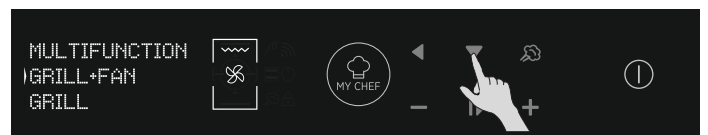

Abbildung 9
- Wählen Sie den gewünschten Garmodus, indem Sie auf OK drücken, während der Pfeil auf dem Display die gewünschte Funktion anzeigt. Drücken Sie die NACH UNTEREN-Taste, um alle verfügbaren Funktionen anzuzeigen. (Abbildung 9)